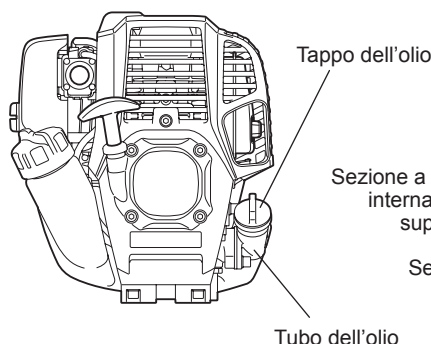
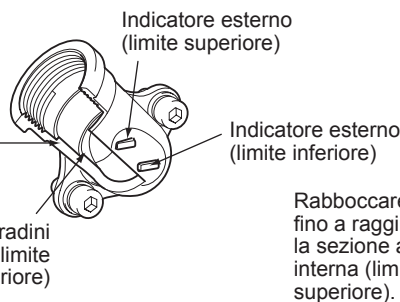

Fig. 1
Fig. 2 Tubo dell'olio
- Posizionare il motore in piano, rimuovere il tappo dell'olio (Fig. 1) e verificare che il livello dell'olio sia compreso tra i limiti superiore e inferiore del tubo dell'olio (Fig. 2).